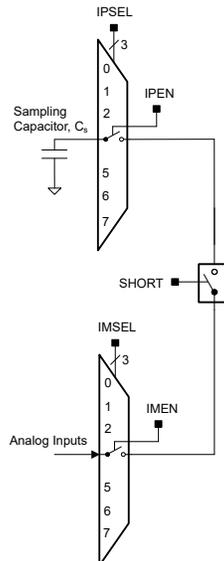

图 6-9. 比较器短路开关
如图 6-9 所示，所需的采样时间与采样电容 (CS) 的大小、与短路开关串联的输入开关电阻 (R)，以及外部信号源的电阻 (RS) 成比例。采样电容 CS 应大于 100pF。为采样电容 CS 充电的时间常数 Tau 可以使用下列公式来计算得出。